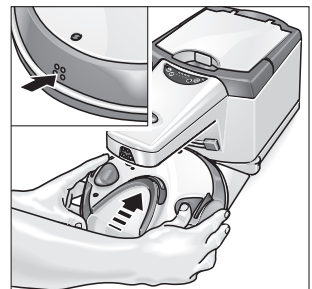

Fig. 7: Puesta en funcionamiento tras un tiempo de inactividad prolongado
- Coloque el robot junto a la estación y oprima los contactos de recarga del robot aprox. 60 segundos contra los contactos de recarga de la estación (fig. 7).